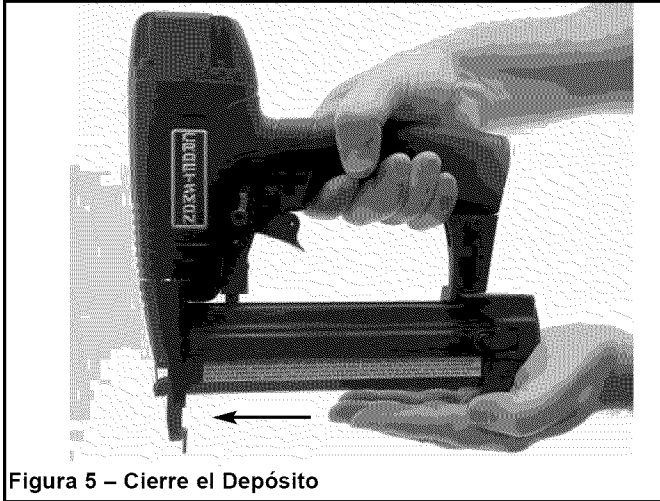

Figura 5 – Cierre el Depósito
- Deslice la tapa del depósito hacia el frente sobre el depósito hasta que el pestillo ajuste en su posición, fijando la tapa del depósito (véase la Figura 5).